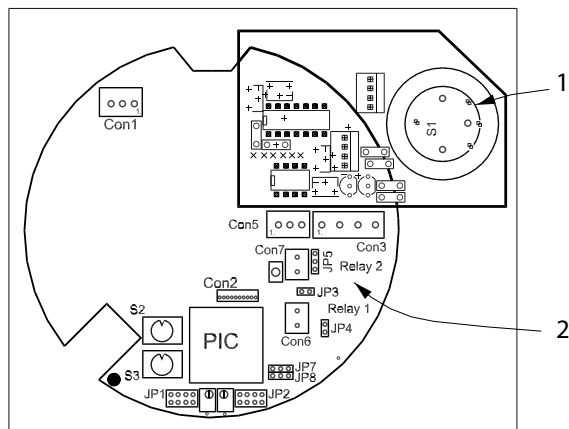

fig. 1
Løsn de tre skruer, som holder følerprintkortet på plads (fig.1, pos. 1). Fjern følerprintkortet ved forsigtigt at trække printkortet lodret op og ud af hovedprintkortet.